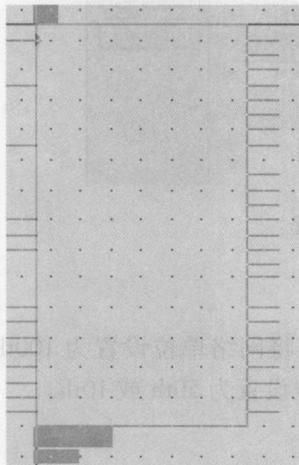
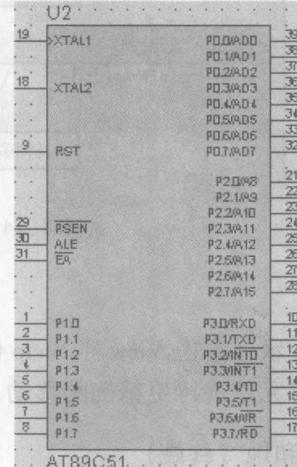

图 1-11 随光标浮动的单片机符号
图 1-12 放置后的单片机符号
(1) 放置元件。在元器件列表中,选择“AT89C51”,然后将光标移动到原理图编辑区,在任意位置单击鼠标左键,即可出现一个随光标浮动的元器件原理图符号,如图 1-11 所示。移动光标到适当位置单击鼠标左键即可完成该元器件的放置,效果如图 1-12 所示。